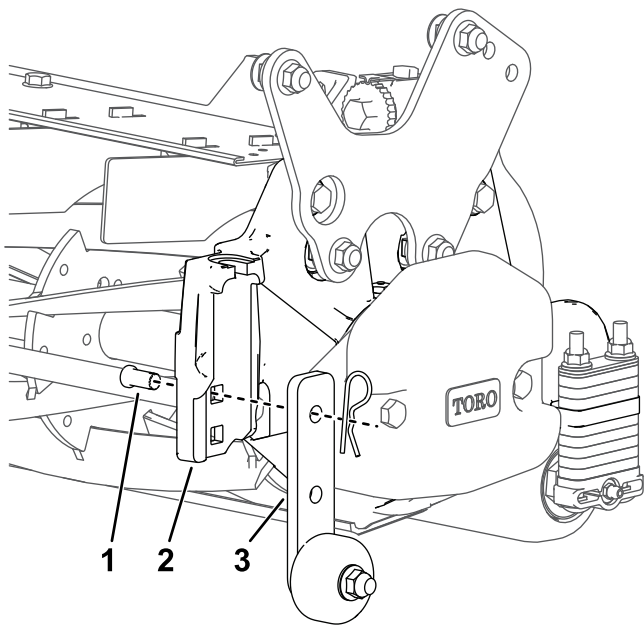

Figure 17
- Abaissez les supports des galets d'atelier avant d'abaisser l'unité de coupe au sol ou de la déposer du groupe de déplacement (Figure 17).